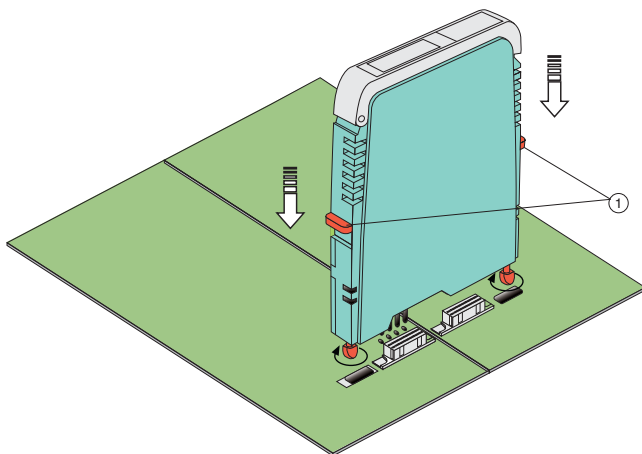

Abbildung 7 Korrekte Montage des Moduls HiD Mux2700
- Vergewissern Sie sich, dass sich der rote Quick-Lok-Riegel (1) in der oberen Position befindet.
- Beachten Sie die Steckausrichtung des Moduls. Führen Sie die Kodierstifte (2) des Moduls in die zugehörigen Kodierbohrungen im Board. Zentrieren Sie nun die Arretierstifte (3) über den Arretierungsaufnahmen auf dem Termination Board.
- Zum mechanischen Arretieren des Moduls drücken Sie den roten Quick-Lok-Riegel (1) auf beiden Seiten des Moduls nach unten (siehe Abbildung 7).